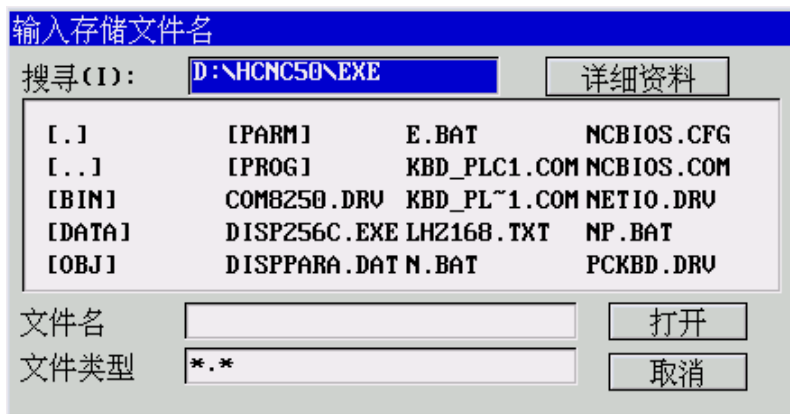

图 9.7.1 输入存储文件名
- (1) 在参数功能子菜单下（图 9.0.1）按 **F7** 键，弹出如图 9.7.1 所示对话框；